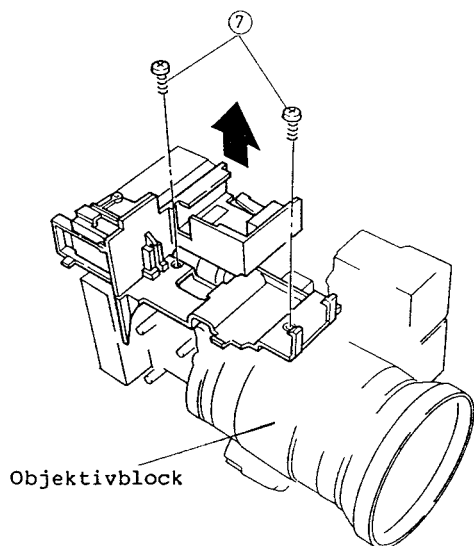

Abb. 2-101
7. Zwei (2) Befestigungsschrauben des Halters der Titelgenerator-Leiterplatte entfernen (siehe Abb. 2-101).